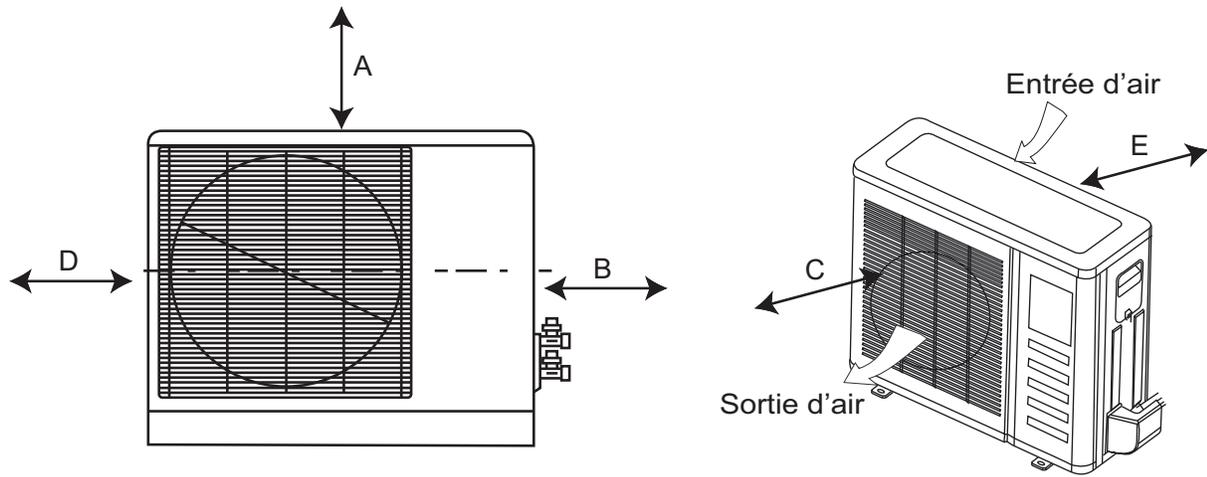

Fig. 10 – Dégagements
- Emplacement offrant les dégagements appropriés, comme indiqué (Voir Fig. 10 – à la page 10).